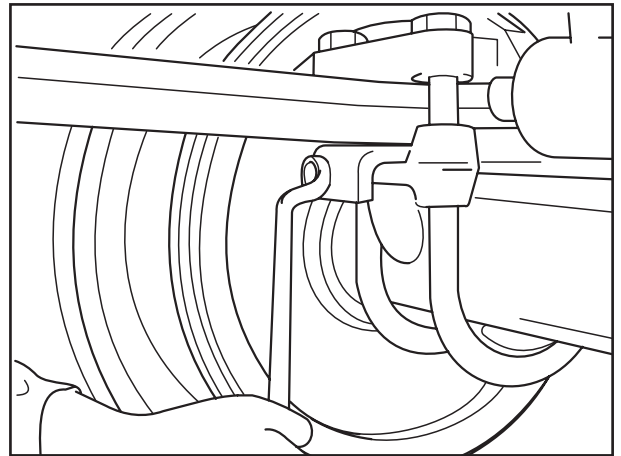

Fig. 5
☞ Bei abgewinkelten Einspurplatten durch Verdrehen der Schraube / Kontermutter (Fig. 5) Achse einspuren. Nach dem Ausrichten der Achse Schraube kontern.
- If angled tracking plates are fitted, align axle by turning the bolt/locking nut (Fig. 5). After aligning axle, lock bolt.